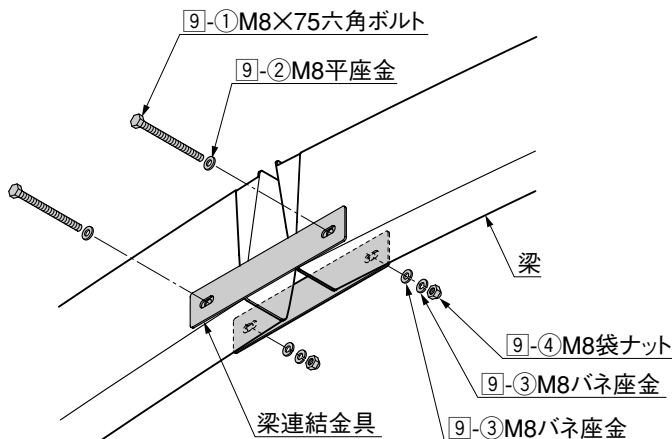

図2-1
① 柱、梁を組立てて建て込み、梁の押しボタンを外した後、梁と梁を梁連結金具で接続してください。(図2-1参照)